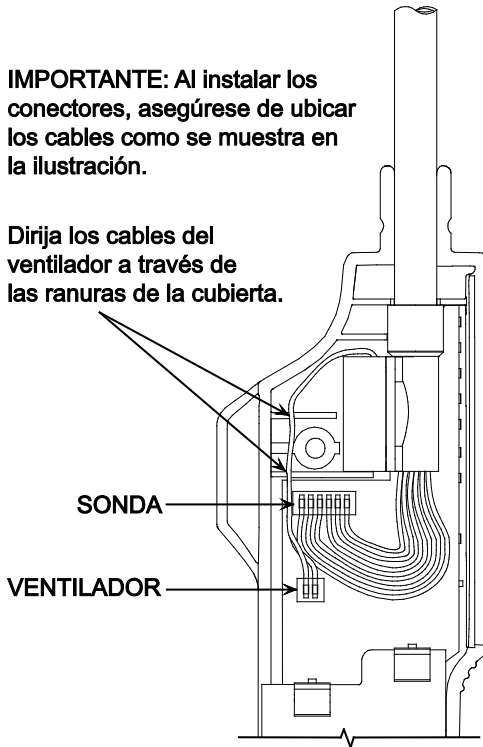

Figura 7. Ubicación de los conectores en el tablero de circuito impreso
5. Quite el ventilador del conjunto de la sonda; desenrosque los tres tornillos, como se muestra en la Figura 7.
Consulte la Figura 7 para ver instrucciones sobre cómo reemplazar el ventilador.